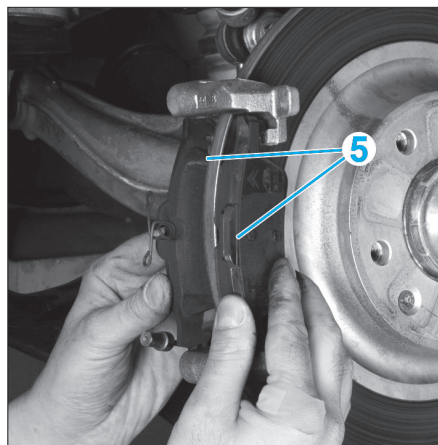

Fig. 16
- Déposer les plaquettes de frein (5) (Fig.16).